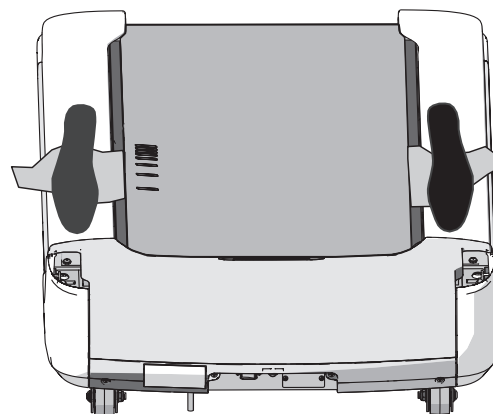

Abbildung 2
7. Stellen Sie sich fest auf die beiden vorstehenden Handtuchränder, halten Sie dabei aber Ihre Füße von der Laufmatte fern (Abbildung 2). Halten Sie sich an den Haltegriffen oder den seitlichen Handläufen fest.